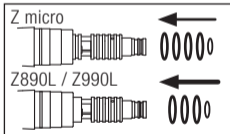

Fig. 38
- 3 Insérez le jeu complet de nouveaux joints dans les rainures correspondantes (Fig. 38).